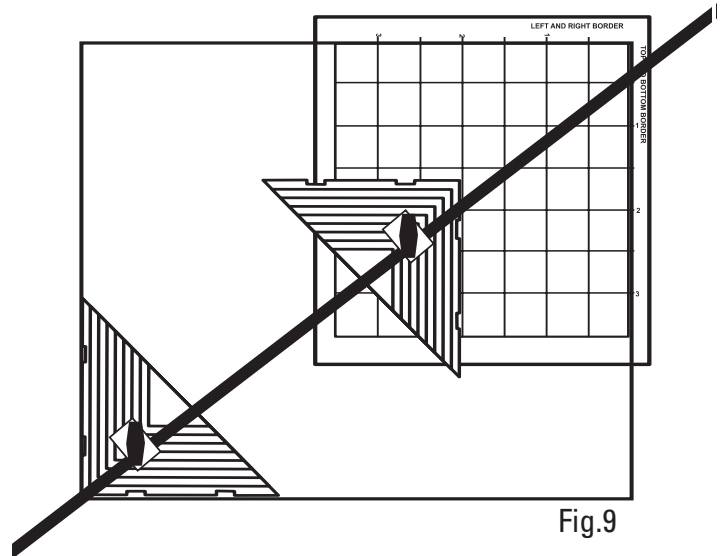

Fig.9
Étape 5 – Pour les bordures droite et gauche de votre passe-partout, tracez l'arête verticale du triangle B en fonction de l'échelle le long de l'arête supérieure du guide-bordure. Prenez note de cette mesure. (Fig. 9)
Procedura 5 - per i bordi sinistro e destro, tracciare sul cartoncino il bordo verticale del triangolo B sul righello lungo la parte superiore della guida per bordi. Annotare questa misura (Fig. 9).
Schritt 5 - Ziehen Sie für den linken und rechten Rand auf dem Passepartout eine Linie entlang der senkrechten Kante von Dreieck B bis zum Messbereich am oberen Rand der Randschablone. Schreiben Sie sich diese Abmessung auf. (Abb.9)
Paso 5: para el borde izquierdo y derecho del panel trace el borde vertical del Triángulo B hacia la escala a lo largo de la parte superior de la guía de borde. Anote esta medida. (Fig.9)